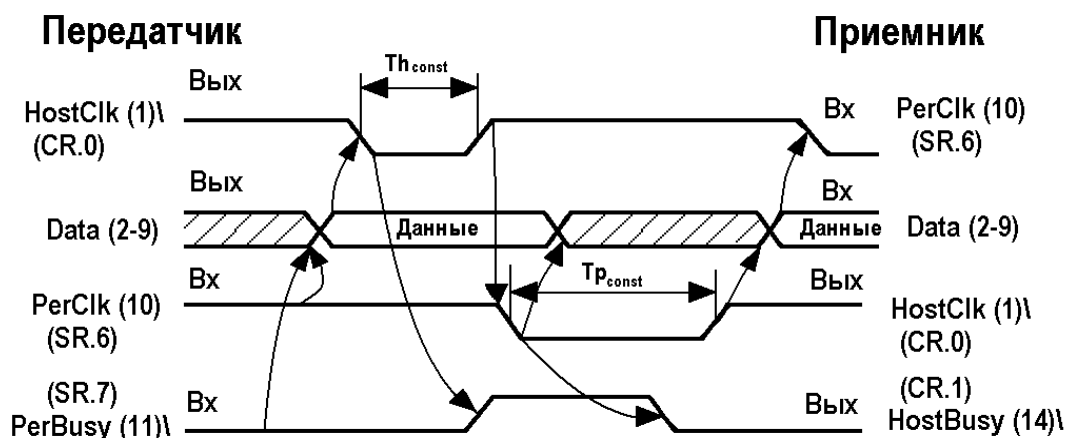

Рис. 5. Временные диаграммы третьего протокола.
Третий протокол аналогичен второму. Его отличительной особенностью является использование квитирующего сигнала PerClk (10) еще и для запроса передачи следующего байта информации (задний фронт сигнала). Этот протокол наиболее близок протоколу интерфейса Centronics стандартного параллельного порта (SPP). Временная диаграмма протокола представлена на рис. 5.
В соответствии с временной диаграммой протокола передачи данных, приведенной на рис.5 программа-передатчик должна реализовывать следующие действия:
В соответствии с временной диаграммой протокола передачи данных, приведенной на рис.5 программа-приемник выполняет следующие действия: